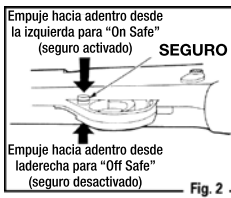

Fig. 2
- Empuje el seguro hacia adentro desde el lado izquierdo (Fig. 2). El seguro no está "ON SAFE" (activado) a menos que se haya presionado completamente hacia adentro y NO se vea el anillo ROJO que está alrededor del lado izquierdo del seguro.